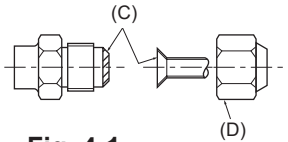

Fig. 4-1
(A) (Fig. 4-1)
(B) (Fig. 4-1)
### 4.2. Connexion des tuyaux (Fig. 4-1)